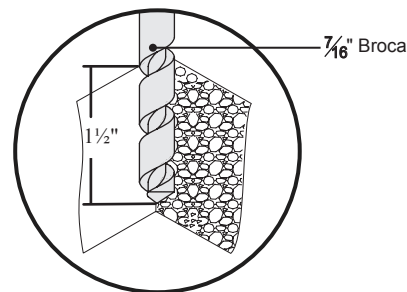

Figura 29. La perforación del agujero de montaje
- 1 En cada ubicación marcada, haga un $\frac{7}{16}$ " agujero de $1\frac{1}{2}$ " de profundidad (Figura 29). Repita este paso para el resto de localidades.